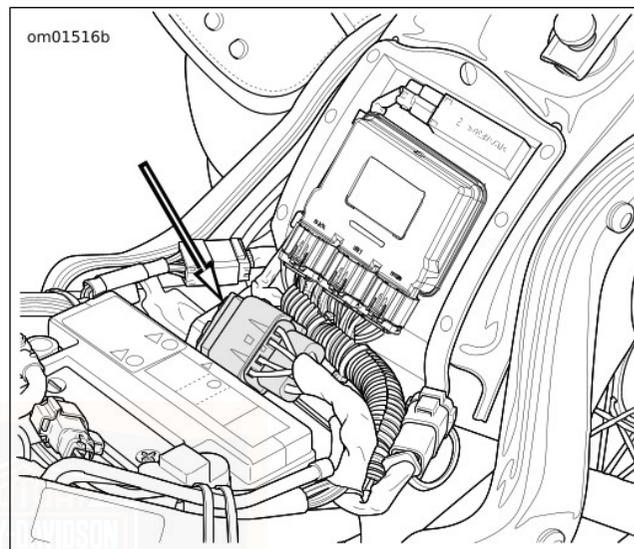

Abbildung 75. Lage des Sicherungsblocks
3. Siehe Abbildung 75. Die Abdeckung vom Sicherungsblock abziehen.